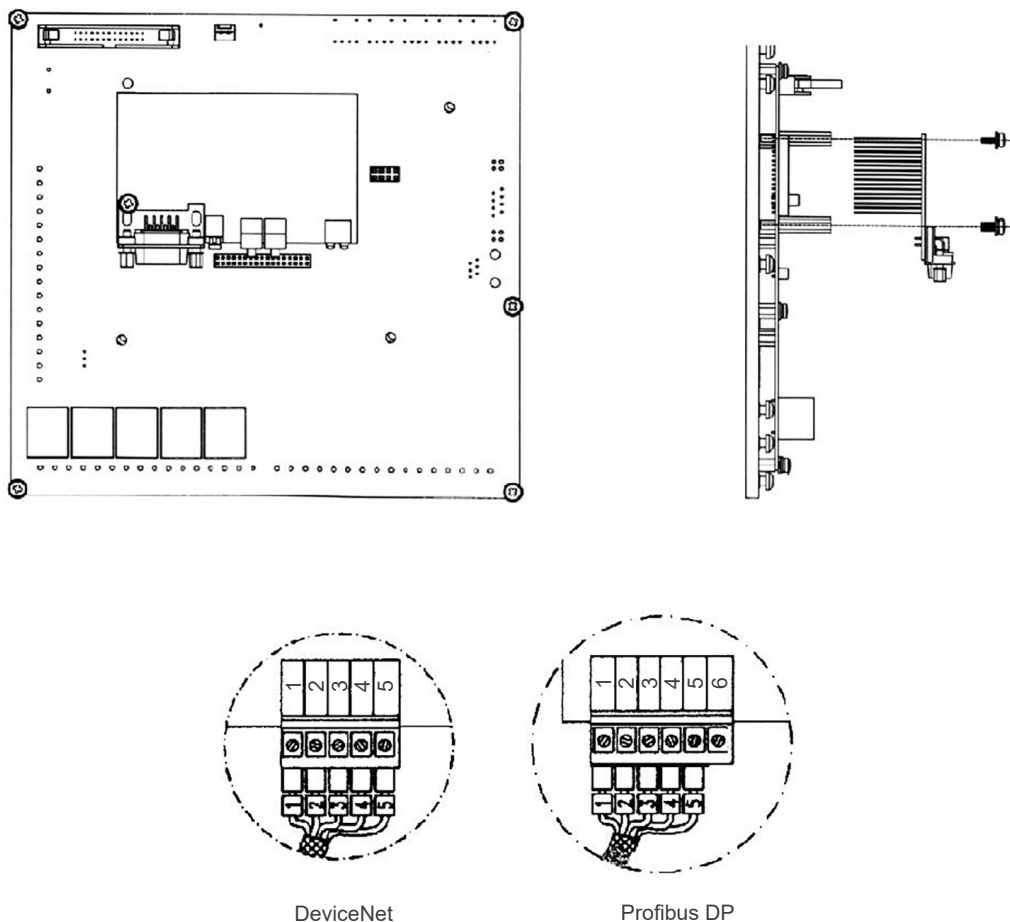

Рис. 9.1: Установка электронной платы Fieldbus
3. Осторожно вставьте разъем электронной платы Fieldbus в гнездо XC140 на плате управления MVC4. Проверьте точное соответствие всех контактов разъёма XC140 согласно Рис. 9.1 на стр. 9-3.